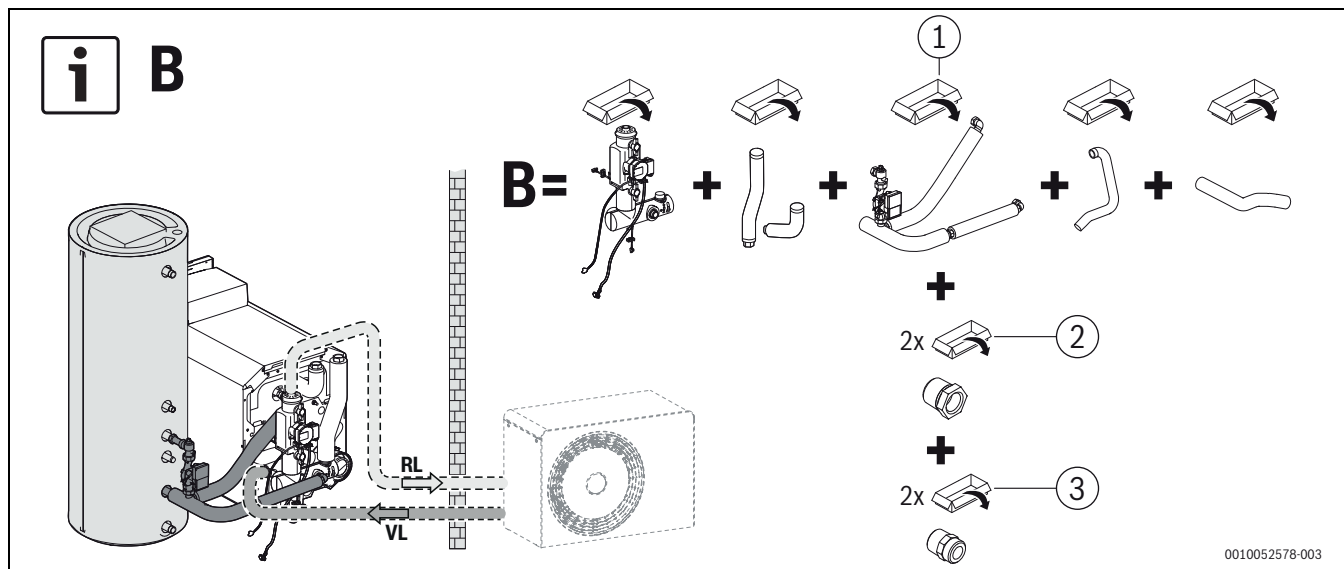
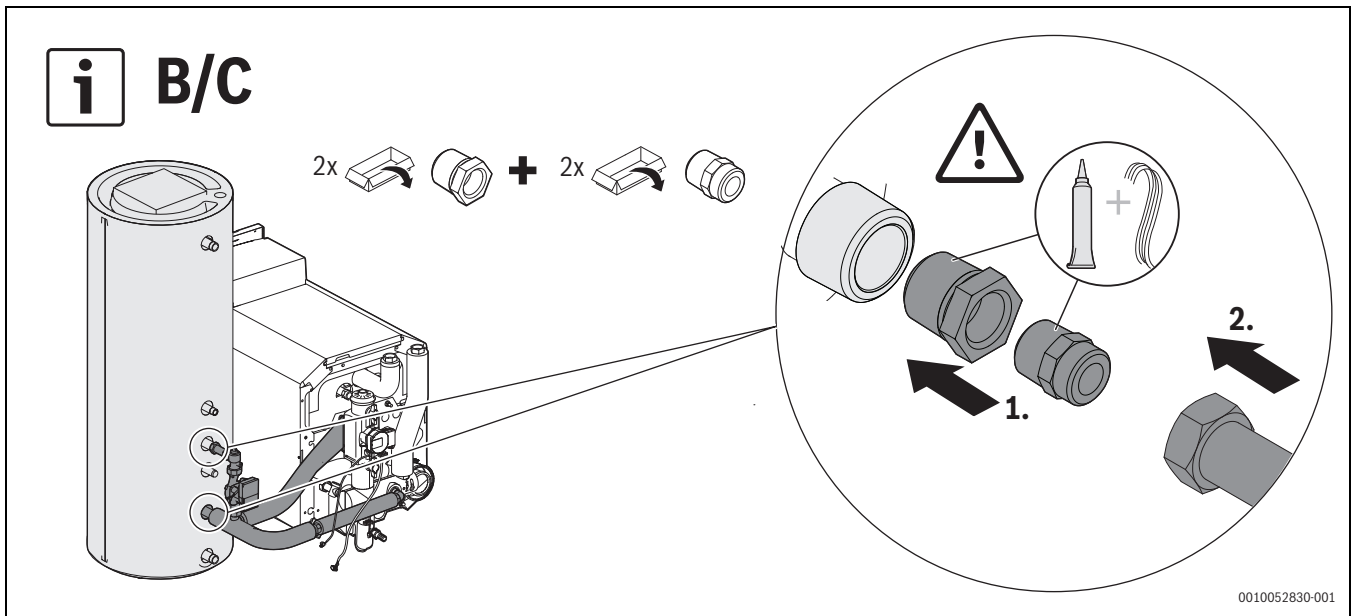

Fig. 8 Connexion ballon ballon vertical à droite, variante B, exemple d'illustration pour taille de chaudière 18 kW
Fig. 10 Montage connexion ballon ballon vertical, variantes B et C
- ▶ Monter l'assemblage de la tuyauterie conformément à la variante prévue (→ fig. 8 – fig. 10) (→ respecter la notice d'installation à part du set de connexion ballon) ; **variantes B, C.**